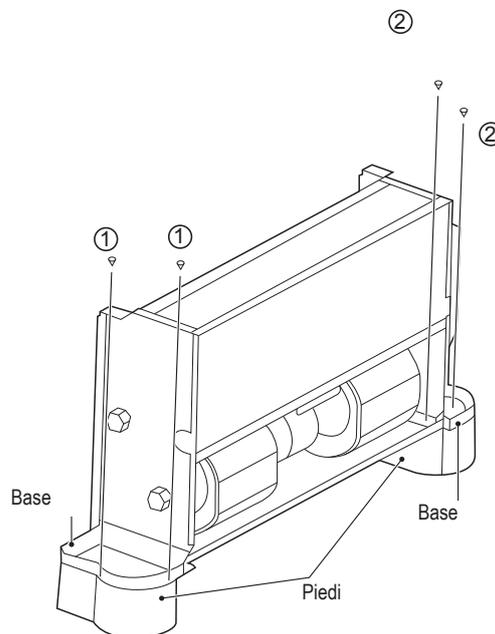

Figura 5-3
I piedi mostrati in Figura 5-3 sono opzionali. È possibile acquistarli separatamente e installarli nel seguente modo:
2. Collocare i fori di montaggio sulla base dell'unità nel perno del piede corrispondente e installare le viti ① \*2 e ② \*2 per fissare il piede secondo la Figura 5-3.